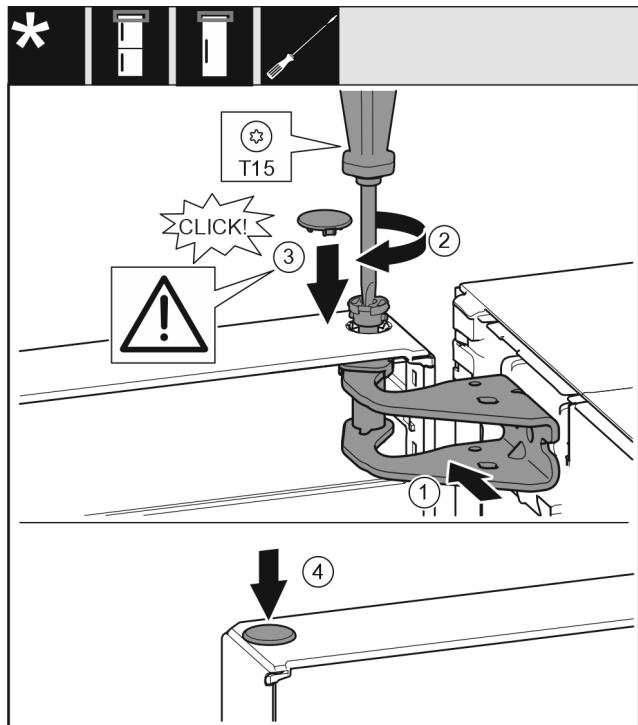

Fig. 19
- Tür oben zur Öffnung im Lagerbock Fig. 19 (1) ausrichten.
- Bolzen Fig. 19 (2) einsetzen und mit Schraubendreher festschrauben.
- Abdeckung Fig. 19 (3) einsetzen.
- Kontrollieren, dass die Abdeckung Fig. 19 (3) auf der Tür aufliegt.
- Abdeckung Fig. 19 (4) einsetzen.